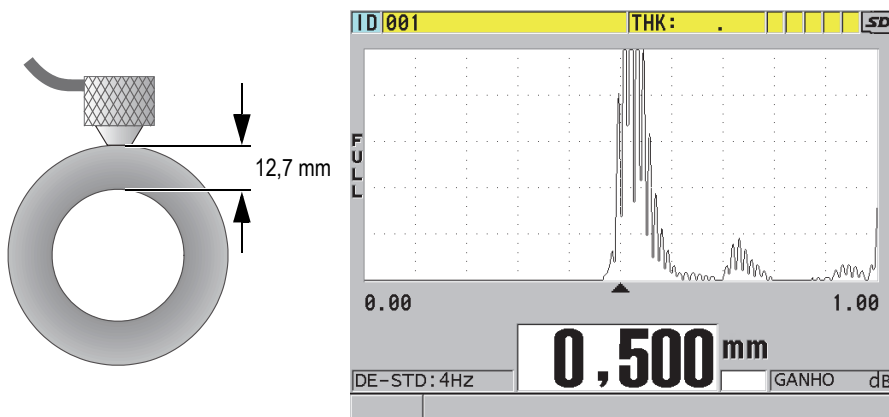

Figura 5-9 Acoplamento de transdutor de elemento duplo e leitura da medição de espessura
2. Utilizando uma pressão de moderada a firme, coloque a ponta do transdutor na superfície do material de teste, e mantenha o transdutor tão plano quanto possível, sobre a superfície do material (ver Figura 5-9 na página 86).